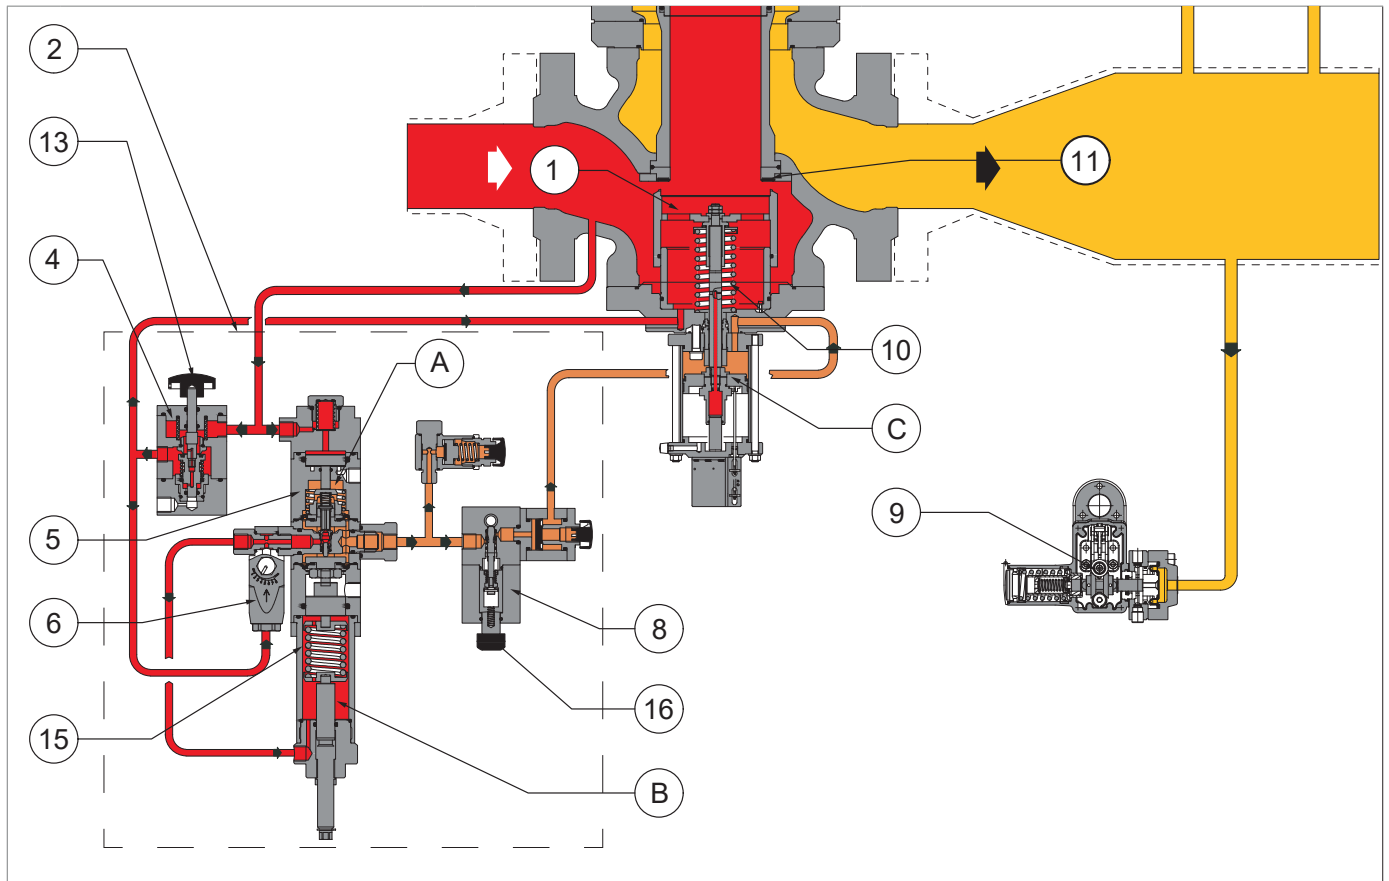

Abb. 4.13. REVAL 182 mit integriertem Absperrventil HB/97
Das eingebaute Absperrventil HB/97 besteht aus (siehe Abb. 4.13):
Das Gerät LINE OFF 2.0 (2) besteht aus (siehe Abb. 4.13):